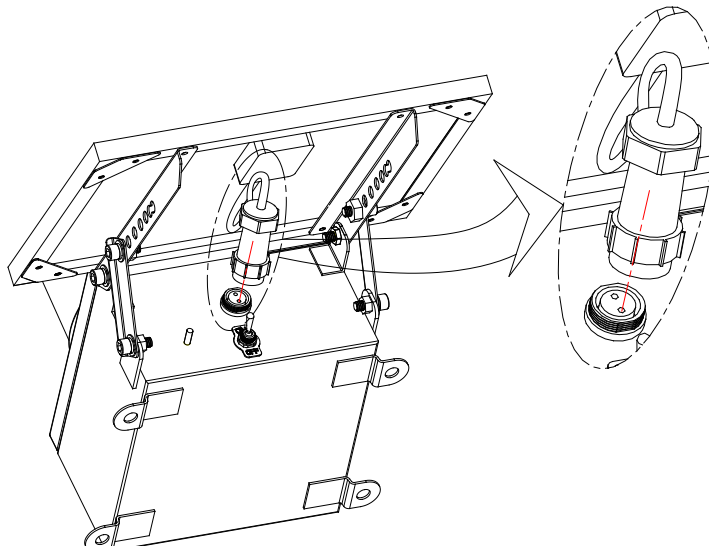

图 5
c. 先把箱体组件上插座的盖子旋开，然后把太阳能电池板上的插头插入箱体组件的插座里，并旋紧插头上的螺母，如图 5 所示；